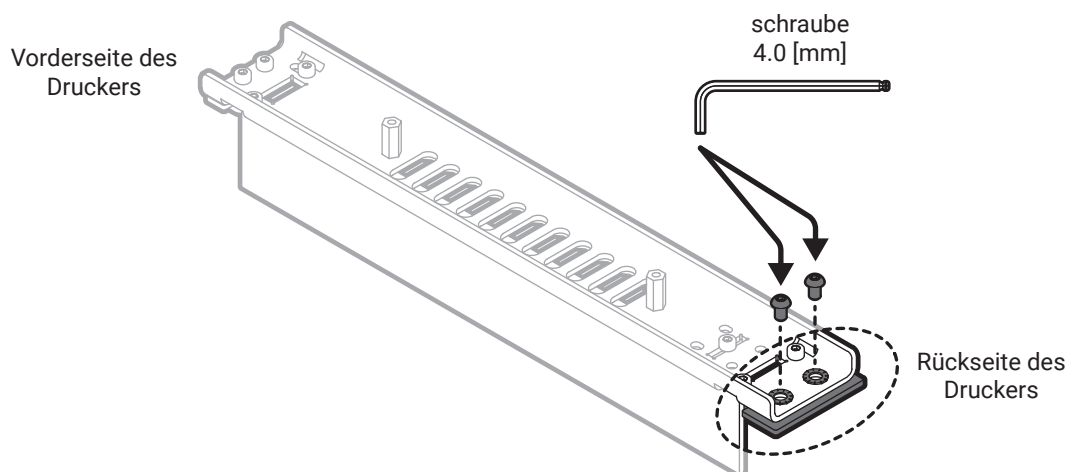

Abb. 5 Schraube den Recoater Blade mit der Linearführungsscheibe fest an der Führung.
16. Positioniere den Recoater Blade auf die richtige Weise an die Führung und schraube sie zusammen mit dem 4 mm Inbusschlüssel (Abb. 5).